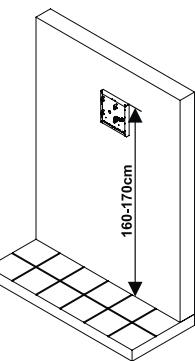
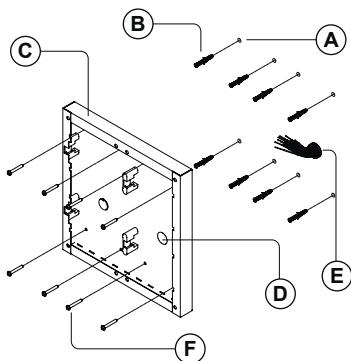

fig. 1
fig. 2
- Appoggiare la scatola da superficie alla parete (ci devono essere 165-170 cm tra la parte alta della scatola e il terreno come mostrato in Fig.1) e prendere i riferimenti per i fori di fissaggio tenendo conto che il gruppo di fili **E** (Fig. 2) deve attraversare il foro **D** (Fig. 2) della scatola da superficie. Se non indicato, il verso della scatola deve essere tale da lasciare la cerniera a sinistra;
- Come mostrato in Fig. 2, realizzare i fori di fissaggio **A**, inserire all'interno dei fori gli stop **B** e, facendo passare i cavi di collegamento **E** attraverso il foro **D**, fissare la scatola da superficie e alla parete utilizzando le viti **F**;
- Dopo aver opportunamente protetto i fori di fissaggio del supporto moduli, murare la scatola da incasso (lasciare 165-170cm tra la parte alta della scatola e il terreno) facendo passare il gruppo di fili **E** (Fig. 2) attraverso uno dei fori (precedentemente aperto) sul fondo della scatola. Se non indicato sul fondo della scatola, il verso deve essere tale da far rimanere la cerniera a sinistra. Fate attenzione affinché la scatola venga murata a filo muro finito;